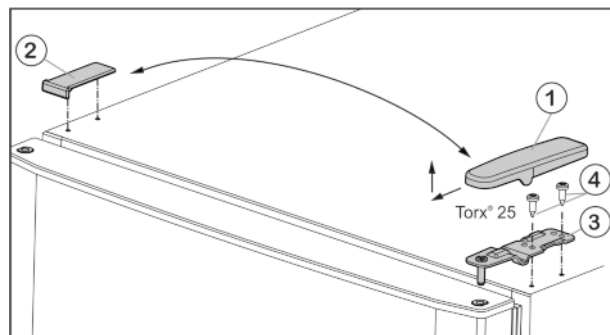

Fig. 6
- Kryt Fig. 6 (1) stáhněte dopředu a nahoru.
- Kryt Fig. 6 (2) zvedněte.
- Horní stojan ložiska Fig. 6 (3) odšroubujte (2 krát Torx® 25) Fig. 6 (4) a stáhněte nahoru.
- Horní stojan ložiska Fig. 6 (3) vložte na nové straně závěsu do dvířek.
- Horní stojan ložiska **pevně přišroubujte (4 Nm)** (2krát Torx® 25) Fig. 6 (4). Popřípadě použijte akumulátorový šroubovák.
- Kryt Fig. 6 (1) na opačné straně zvenčí nasadte a nechte zaklapnout.
- Kryt Fig. 6 (2) vždy na opačné straně shora nasadte a nechte zaklapnout.